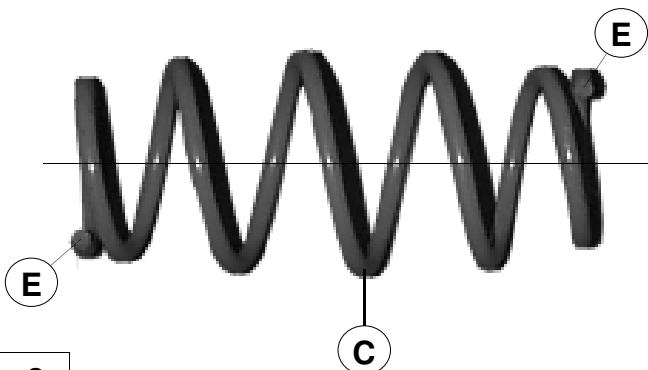

fig.3.
7. Platzieren Sie den Federteller **B** auf dem Tragarm, Lippe **L** mit Mutter **F** befestigen. Siehe Fig.3.
7. Poser la coupelle de ressort **B** sur le bras de suspension, serrer la languette **L** avec l'intermédiaire de l'écrou **F**. Voir fig.3.
7. Sätt fäste **B** på bärarmen, läs remsa **L** med mutter **F**. Se fig.3.